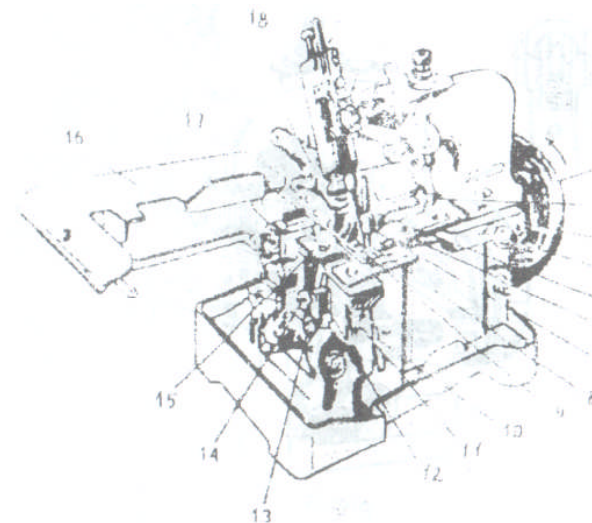

рис. 1
шків вращать только по часовой стрелке от себя (рис. 1).
Усилие прижима лапки регулируется головочным винтом (70) (Рис. 1).
Для того, чтобы отрегулировать ширину краеобметочной строчки, позиции ножей и ограничительный пальчик лапки должны быть отрегулированы одновременно. Вначале освободите винт (8) державки (9) (рис.1)) и сдвиньте державку вместе с козырьком (10) вправо. Затем освободите стопорный винт (11) колодки нижнего ножа влево или вправо так, чтобы достичь необходимой позиции. Чтобы получить большую ширину краеобметочной строчки, смещайте колодку ножа вправо, чтобы меньшую - влево. После этого закрепите стопорный винт колодки ножа И, наконец, подвиньте державку (9) влево, пока левый край козырька (10) слегка не коснется верхнего ножа. После этого закрепите винт (8).